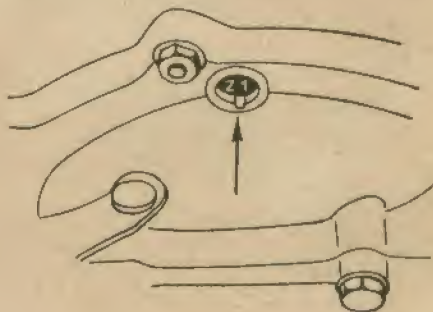
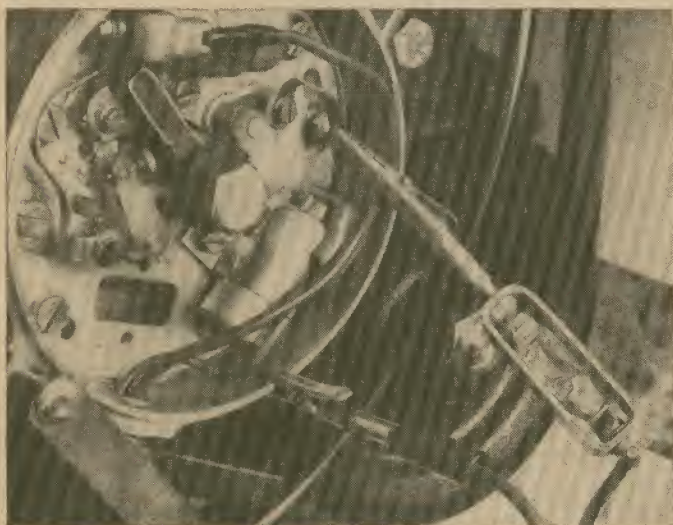
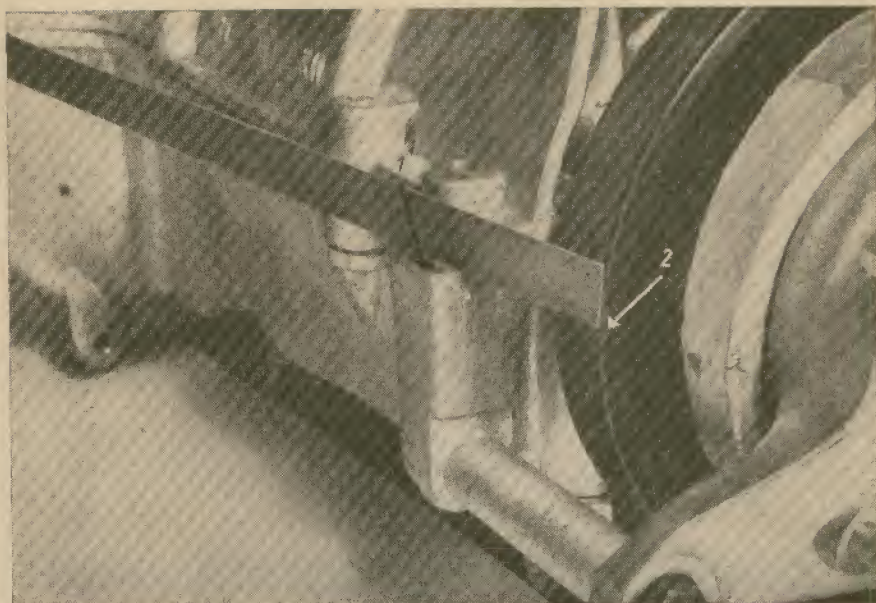

Abb. 48 Einstellmarken am Schwungrad
Abb. 52 Prüflampe am Unterbrecher 1 angeklemt
Abb. 53 Zündeneinstellung
Bei der Einstellung der Zündung kommt es darauf an, daß der Unterbrecher den Zündfunken dann erzeugt, wenn der Kolben in der vorgeschriebenen Stellung vor dem oberen Totpunkt steht. Diese Vorzündung beträgt beim Trabant 600 und 601 genau 4 mm vor OT (Trabant 500 mit 20-PS-Motor 3 mm vor OT, mit 18-PS-Motor 2,13 mm vor OT). Zur Erleichterung der Einstellung befinden sich auf der Keilriemenscheibe der Kurbelwelle Kerben – eine für den Zündzeitpunkt des ersten, in Fahrtrichtung linken Zylinders, zwei für den Zündzeitpunkt des zweiten Zylinders (Abb. 53). 500er Motoren früherer Baujahre hatten ein mit einem Gummistopfen verschlossenes Schauloch im Kupplungsgehäuse und die Markierungen Z 1 und Z 2 auf dem Schwungrad (Abb. 48).
4. *Zündung einschalten, Prüflampe an Masse (Gehäuse) und an die Stromschiene anklemmen, die an der Schraube S 1 angeklemt ist (Abb. 52). Bei geöffneten Kontakten des Unterbrechers 1 leuchtet die Prüflampe auf. Lineal oder Dorn auf die Fläche an der Trennfuge des Kurbelgehäuses legen (Abb. 53).*
Die in Abbildung 52 gezeigte Prüflampe wurde selbst hergestellt. Ein Anschluß der Prüflampe wird irgendwo an Masse angeklemt (Lack leitet keinen Strom!). Mit dem anderen Kontakt tastet man die Klemmen des zu prüfenden Stromkreises ab, nachdem man sich im Schaltplan über den Stromverlauf informiert hat. Ein Defekt läßt sich damit sehr schnell ermitteln.